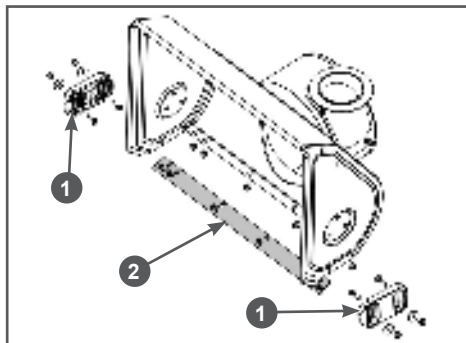

Рис. 36 Обслуживание кожуха шнеков
1. Открутите гайки крепления ползков 1 (Рис. 36) и снимите ползки с кожуха шнеков.
2. Установите новые ползки и закрепите их четырьмя болтами и гайками (Рис. 36). Перед окончательной затяжкой гаек отрегулируйте высоту забора снега.
Для наглядности на Рис. 36 кожух шнеков показан без шнеков, редуктора и валов.
1. Открутите гайки крепления и снимите нижнюю накладку 2 с кожуха шнеков (Рис. 36).
2. Установите новую нижнюю накладку и закрепите ее болтами и гайками (Рис. 36).